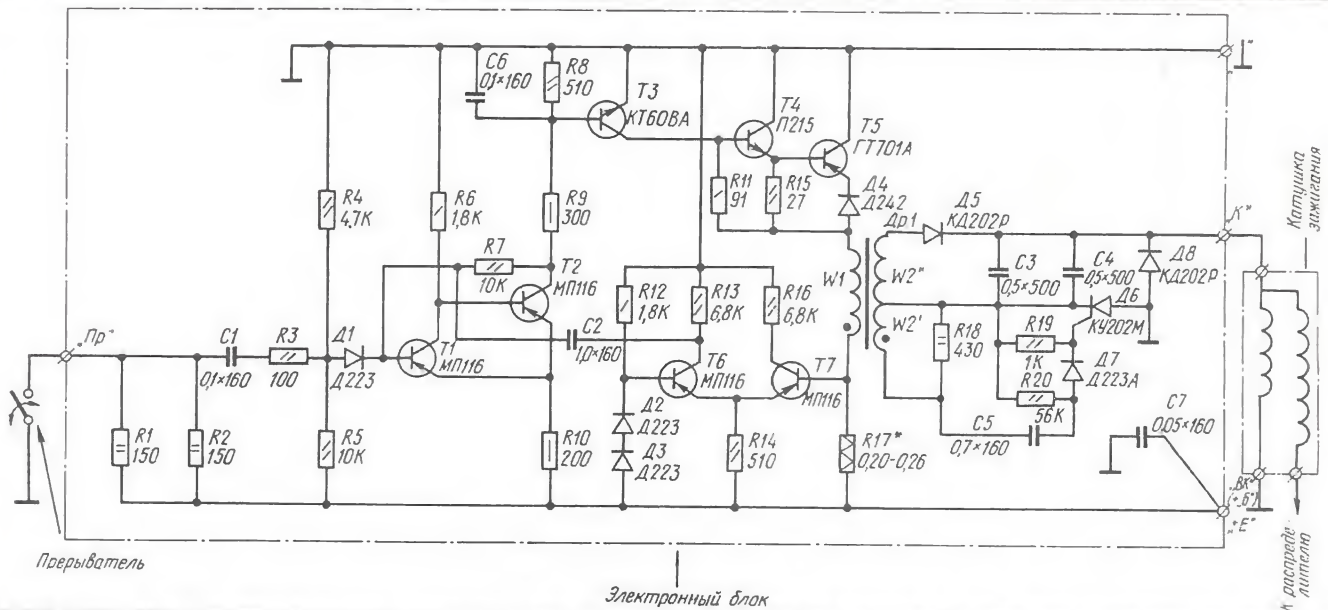

Рис. 1. Уточненная схема блока электронного зажигания.
Причина перебоев — появление сильных импульсных помех в бортовой электросети автомобиля (а значит, и в цепи питания электронного блока), вызванных увеличением оборотов двигателя или включением звукового сигнала. Они попадают на управляющий электрод тиристора в электронном блоке и преждевременно его переключают. Величина помех у автомобилей даже одной и той же модели различна, и поэтому перебои наблюдаются не на всех машинах. Это легко проверить. Если подключить клемму «+Е» блока непосредственно к положительному полюсу батареи (минуя замок зажигания), помехи исчезнут. Помехи могут усиливаться, например, из-за ухудшения состояния контактов в электропроводке, неисправностей генератора, регулятора, звукового сигнала и т. п. Бороться с помехами в месте их возникновения трудно, так как в большинстве случаев неизвестен источник. Гораздо проще внести небольшие изменения в схему электронного блока (см. «За рулем», 1973, № 1, рис. 1), которые сделают его нечувствительным практически к любым помехам, могущим возникнуть в исправной сети. Поступим так.
4. Сопротивление резистора R20 увеличим до 56 ком и его левый по схеме конец отключим от конденсатора C5 и подключим к средней точке обмотки W2 дросселя (к катоду тиристора). Уточненная схема электронного блока с учетом ранее сделанных изменений (см. «За рулем», 1974, № 4) приведена здесь на рис. 1. В случае применения транзистора ГТ701А необходим дополнительный транзистор типа П215. Если в вашем распоряжении есть транзисторы П210А (П210Ш) и КТ608Б, то транзистор Т3 и резистор R11 можно вообще исключить из схемы. В этом случае транзистор КТ608Б устанавливаем на месте транзистора Т4, его базу подключаем непосредственно к точке соединения резисторов R8 и R9, а сопротивление последнего уменьшаем до 100 ом (рис. 2).
Производство блока (рис. 4), схема которого аналогична приведенной на рис. 1, уже налажено. Под наименованием «Искра-2» он поступает в автомобильные магазины. Цена 48 рублей.